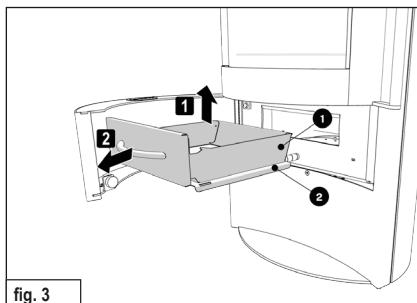

fig. 3
- Estrarre il contenitore della cenere (①) dalla maniglia con il coperchio (②) (fig. 3).